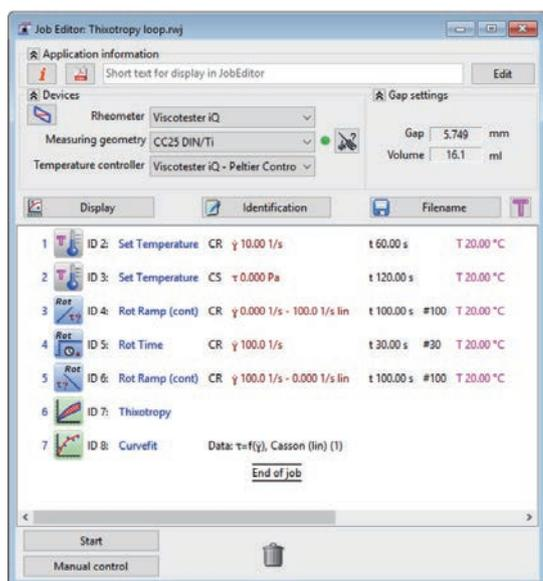
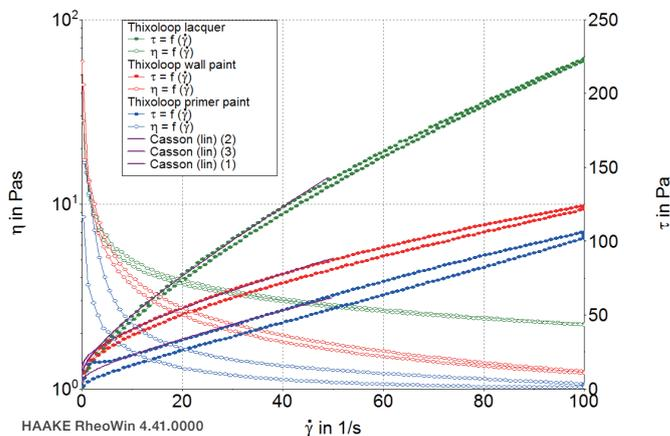

図3. HAAKE RheoWinによるチキソトロピーループ実験の測定作業 (データ評価を含む)
図6. ラッカー、壁用塗料、下塗り塗料のチキソトロピーループ実験の結果
塗料やコーティング材のチキソトロピー挙動を調べるための一般的な試験方法は、低せん断速度から高せん断速度へのせん断速度依存 (CRモード)、それに続く最高せん断速度での定常せん断速度、さらには低せん断速度へのせん断速度依存を含むループ実験です (2)。Thermo Scientific™ HAAKE™ RheoWin™ ソフトウェアを使用したチキソトロピーループ試験の典型的な試験手順を図3に示します。
3つの塗料のチキソトロピーループ実験の結果を図6に、表1には図3に示すHAAKE RheoWin測定ジョブのデータ評価プログラムの結果を示します。これには、せん断応力 τ と降伏応力 τ_0 の上向き曲線と下向き曲線の間のヒステリシス領域が、Cassonモデルによる解析から導き出されました。
図6と表1からわかるように、ラッカーはヒステリシス面積が最も小さく、これは3つの試料の中で最もチキソトロピー性が低いことを示しています。この材料は、せん断速度またはせん断応力が除去されると、ほとんど瞬時に回復することが期待できます。このような挙動は、垂直な壁に塗料を塗布した後の垂れや液滴の形成を避けるのに有利です。しかし、回復時間が早いいため、塗布工具を取り外したときに表面が不均一になったり、凸凹したりすることもあります。壁用塗料と下塗り塗料はともに、高いせん断速度でより高いチキソトロピー性を示し、粘度はより低くなります。これらの2つのサンプルは、下塗り塗料と比較して、より優れたレベリング性が期待できます。